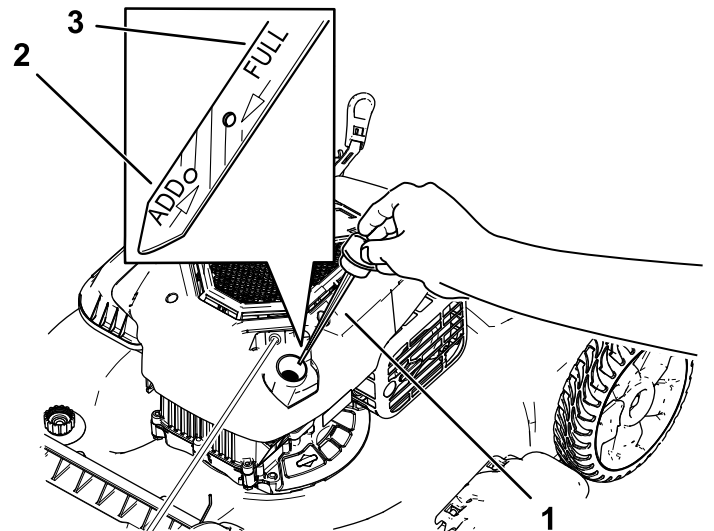

Figura 19
3. Retire la varilla girando el tapón en el sentido contrario a las agujas del reloj y tirando del mismo (Figura 19).
10. Observe en la varilla el nivel de aceite (Figura 19).